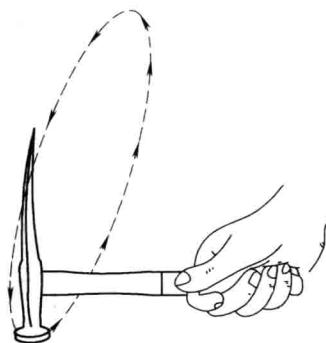

图 1-6 钣金锤的使用方法
(2) 锤击工件时，眼睛注视工件，找准锤击落点。
(3) 锤击作业质量的关键在于落点的选择，一般应遵循“先大后小、先强后弱”的原则，从变形较大处起顺序敲打，保证锤头以平面落在金属表面上。同时还要注意钣金件的结构强度，有序排列钣金锤的落点。
(4) 用手腕摇动的方法轻轻敲击构件表面，并利用钣金锤敲击零件时产生的回弹力按圈运动，如图 1-6 所示。